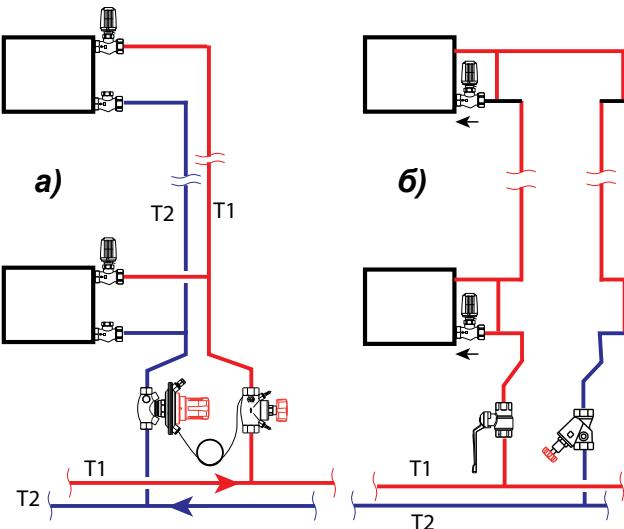

Рис. 9
20. Для нормальной работы системы отопления стояки должны быть оснащены запорно-регулирующей и балансировочной арматурой, обеспечивающей необходимые расходы теплоносителя по стоякам и горизонтальным ответвлений в течение всего отопительного периода и слив воды из них при необходимости. Для этих целей могут быть использованы, автоматические регуляторы перепада давления (рис. 9а) или расхода или же ручные запорные и балансировочные вентили (рис. 9б). Терmostат не является запорной арматурой. При необходимости демонтажа радиатора, на подводке к которому установлен терmostатический клапан, следует снять терmostатическую головку и полностью закрыть клапан с помощью металлического колпачка (1 8525 11), а затем заглушить его со стороны снятой подводки, а также перекрыть обратную магистраль.
Следует учесть, что различные виды арматуры устанавливаются на подводках, стояках и магистралях только с учётом направления движения теплоносителя по стрелке (см. рис. 9б).